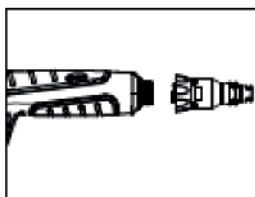

Figura 1
1. Conecte las tijeras de poda al conector eléctrico (Figura 1).